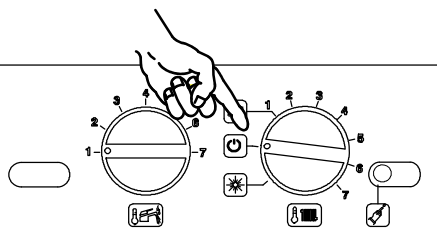

Figura 6.9
- Spegner la caldaia portando il selettore di funzione 10 sulla posizione "U" come in Figura 6.9.